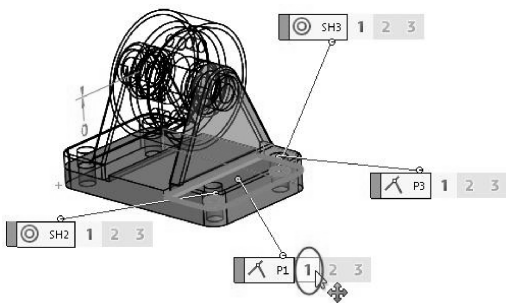

图 5-66 显示 axle_support-2 零部件的主要约束
- 在【零部件】表中选择 axle_support-2 零部件, 图形区即显示该零件的全部约束 (P1、P2)。单击 P1 约束【1】, 如图 5-66 所示。